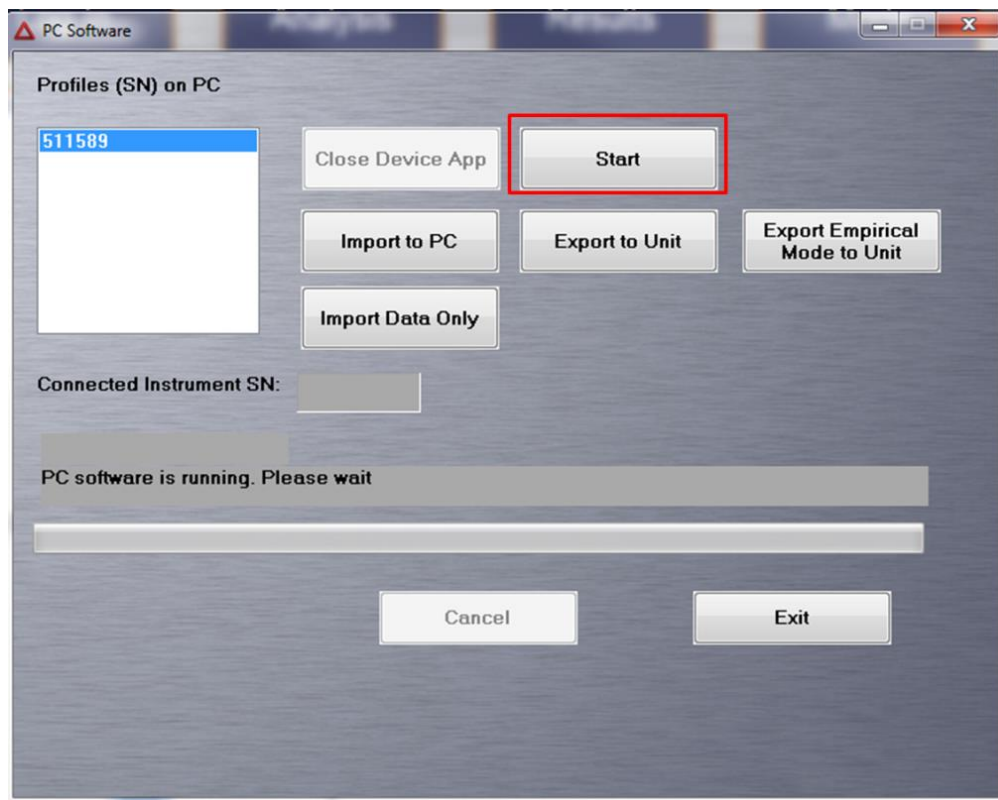

Figura 20 – Imagem mostrando a tela para iniciar o *software*.
- Selecione o número de série do aparelho FRXp conectado (na SUREG-BH o aparelho é o 511590). Para inicializar o *software* clique em *Close Device App* e depois em *Start* (Figura 20).